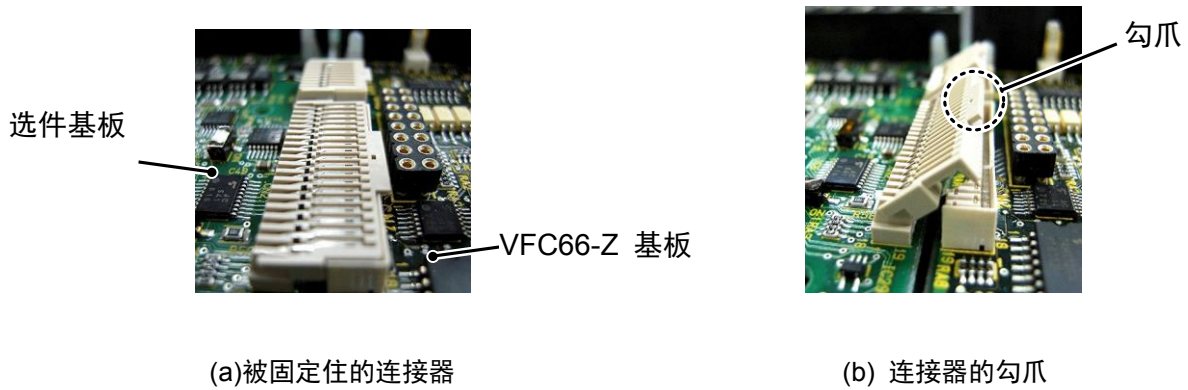

图 5.3 连接器
② 拆下 SET66-Z 基板。请拆下右图中圈标记所示的 4 处螺丝，将 SET66-Z 基板从 VFC66-Z 基板上拔下，将其拆除。
③ 拆下选件基板。解除 VFC66-Z 基板与选件基板间的 2 个连接器的连接。图 5.3(a) 是连接器被连接在一起时的状态。请如图 (b) 所示，向上推按勾爪部位，解除连接器的连接。
⑦请如图 5.3 (b) 所示，将勾爪按下，让选件基板的连接器 CN1 及 CN2 分别与 VFC66-Z 基板的连接器 CN7 及 CN4 嵌合在一起，予以固定。安装好连接器后，如该图 (a) 所示。连接器的可动部分具有弹性，如果安装力较弱可能会松脱，所以请固定牢靠。
⑧请将 SET66-Z 基板按原样安装好。